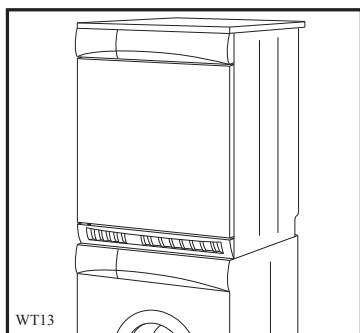

Fig 10
- Modelos com cobertura de base (fig. 10, 11, 12 e 13).